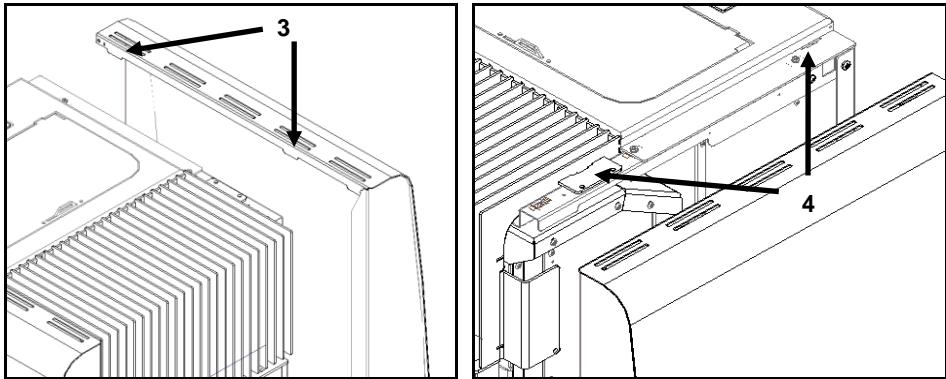

Figura 101 – Colocação das envelopentes
d) De seguida, encaixar primeiro os furos inferiores **1** das capas laterais, nos guias **2** que se encontram no fundo da máquina, depois no sentido descendente encaixar os apoios **3** nos rasgos **4**, como demonstra a Figura 101.